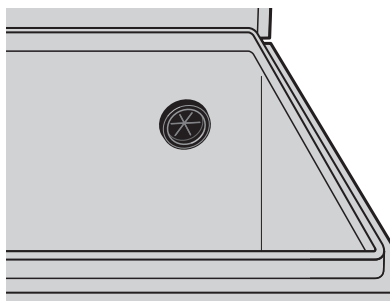

Figura 5
3. Coloque la arandela de goma Rapid Pass™ desde el interior de la caja y asegúrese de que quede correctamente colocada. VERIFIQUE QUE NO QUEDEN BORDES METÁLICOS FILOSOS EXPUESTOS (figura 5).